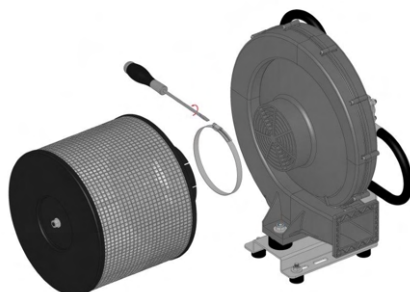

FIGURA 5
3. Inserire l'eventuale filtro (cod. 200353, 200354, 200355) sulla bocca di aspirazione fissandolo tramite fascetta (fornita col filtro) (FIGURA 5).